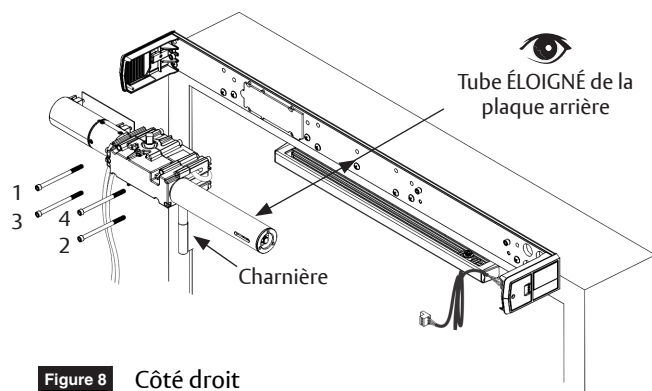

Figure 8 Côté droit
1. Au moyen de quatre (4) vis, installer le boîtier du ferme-porte sur la plaque arrière. (Figure 8)
- Les vis doivent être serrées transversalement jusqu'à ce que les quatre (4) vis soient serrées. (Figure 8)
- Le boîtier du ferme-porte est bien orienté pour l'application CÔTÉ À TIRER lorsque le tube est ÉLOIGNÉ de la plaque arrière. (Figure 8)